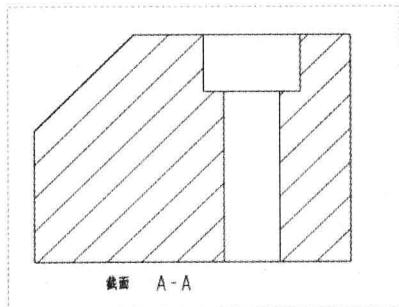

图 12-49 创建剖视图
Step 06 执行操作后，单击“确定”按钮，即可创建剖视图，如图 12-49 所示。